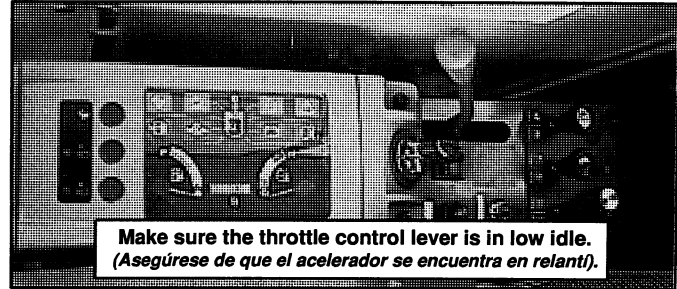

FIG. 8A
G. Make sure throttle control handle is in low idle position. see Fig. 8A (*Asegúrese de que el acelerador se encuentra en relanti*).